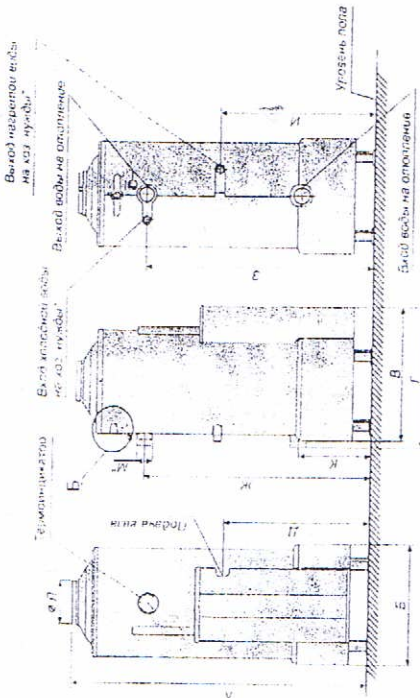
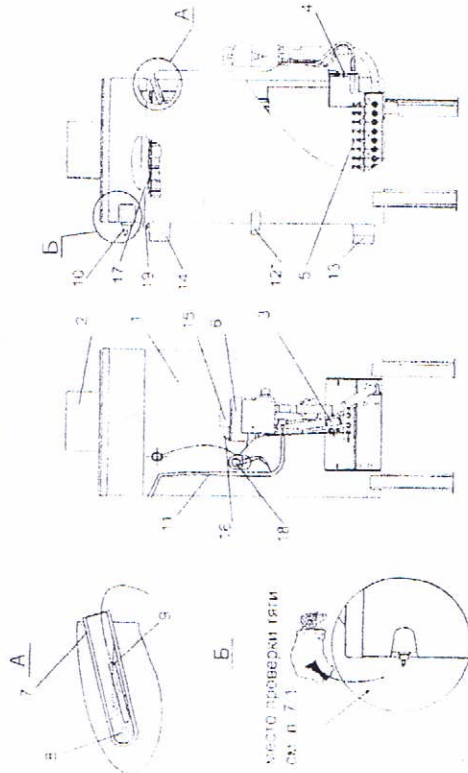

Рис. 1. Общий вид котла "Термотехник"
Рис. 2. Схема конструкции котла "Термотехник"
Габаритные размеры, мм, не более	см. табл. 2, (рис. 1)
5.1 Котел состоит из следующих основных частей: корпуса котла поз. 1 рис. 2, который состоит из топki и теплообменника. В теплообменнике котла установлены турбулизаторы поз. 18 для наиболее полного отбора тепла при сжигании природного газа и передачи его теплоносителю; газохода поз. 2; горелок основной поз. 5 и запальной поз. 4, автоматки безопасности с газовым клапаном поз. 6, патрубков подвода поз. 13 и отвода теплоносителя поз. 14. В котлах с встроенным водонагревателем предусмотрены присоединительные патрубки поз. 12. На лицевой части корпуса котла расположено смотровое окно поз. 3 для контроля за розжигом и работой котла. С-станчик поз. 7 в котором установлен термобаллон поз. 9 газового клапана служащий для управления его работой. Термостат (датчик тяги) поз. 10 служит для обеспечения его безопасной работы. Для наиболее полного отбора тепла, снаружи корпуса котла покрыт декоративным стальным кожухом, покрытым порошковой эмалью. В верхней части кожуха котла установлен термодатчик для контроля температуры воды в котле, рис. 1.